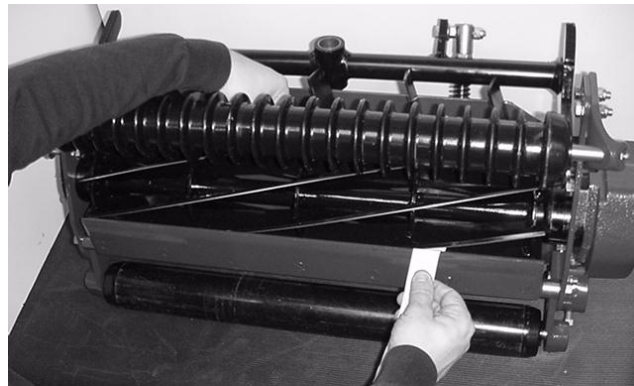

Figure 6
1. Tournez le plateau de coupe vers l'arrière pour avoir accès au cylindre et à la contre-lame (Fig. 6).
4. Insérez un morceau de papier journal de 25 mm de largeur perpendiculairement à la contre-lame, puis faites tourner le cylindre lentement dans le sens de la tonte pour vérifier si le cylindre coupe le morceau de papier – faites-le aux deux extrémités de la contre-lame (Fig. 6).